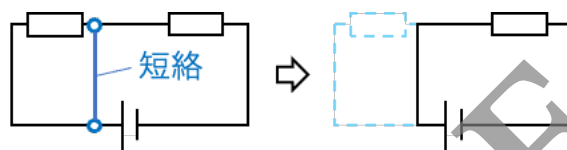

図 2-14 短絡
**短絡**は**ショート**ともいい、回路でそれまでつながっていなかった**複数の接続線がつながってしまった状態**をいいます。直流回路で短絡すると、その間に接続されていた抵抗素子の両端の電位差がなくなるため、その接続線に電流は流れず、その部分の回路がないのと同じと見なせます。(図 2-14)。